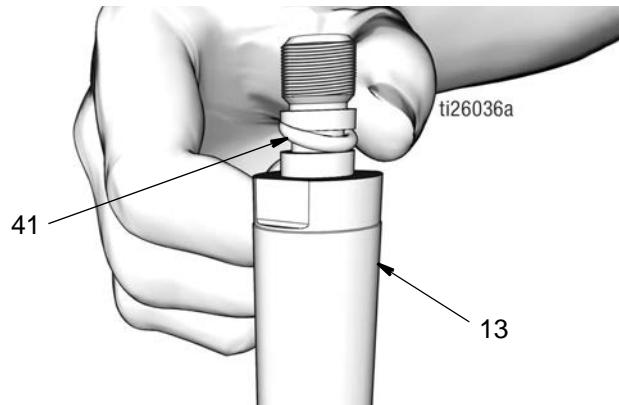

图 45
**注意：不要将活塞杆 (13) 夹在老虎钳中。**
- 使用干净的布向下擦拭活塞杆 (13) 和活塞 (6)，除去任何脏污或污染物。检查表面有无擦伤或损坏。更换损坏的零配件。
- 在 O 形圈 (41) 上抹上薄薄一层滑脂。将 O 形圈安装在活塞杆 (13) 的沟槽上 (图 45)。
**注意：**如果需要，可使用镐来帮助让 O 形圈就位在活塞杆 (13) 的沟槽上。